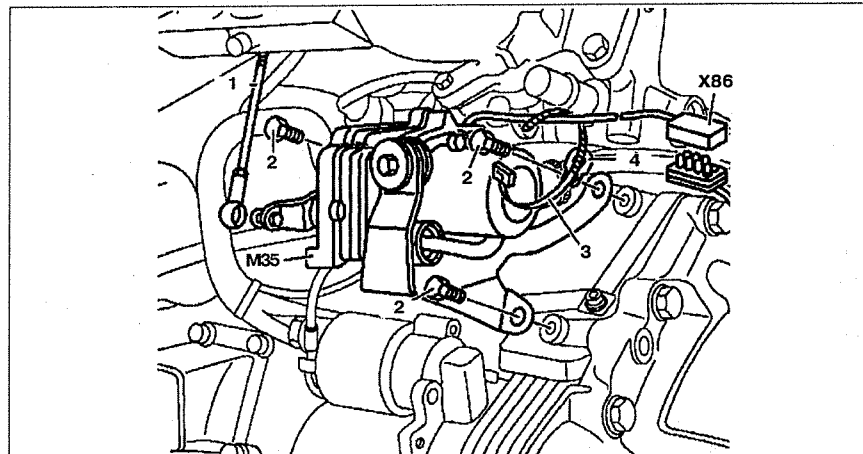

Рис. 2.128. Управляющий элемент устройства "Tempomat":
3. Отсоедините разъем **М35.1** устройства "Tempomat" (см.рис.2.128).